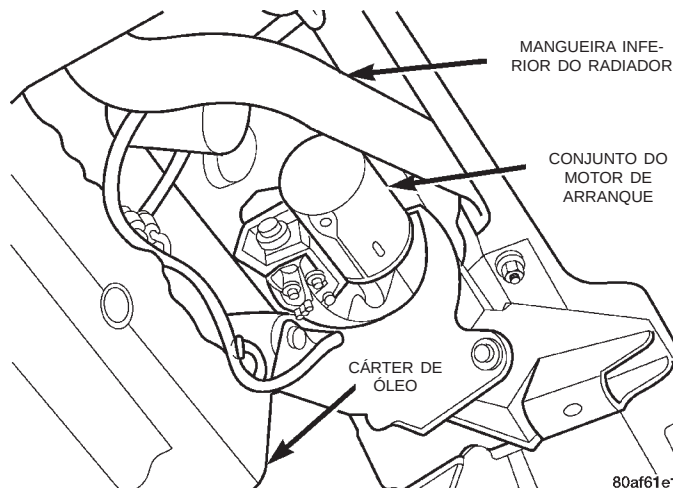

Fig. 43 Conjunto do Motor de Arranque
- (20) Remova o protetor de montagem do motor.
- (21) Remova os parafusos e o suporte do suporte de montagem do motor traseiro.
- (22) Remova os parafusos do motor de arranque e coloque o motor de lado. Não deixe que o motor fique pendurado no cabo da bateria (Fig. 43).